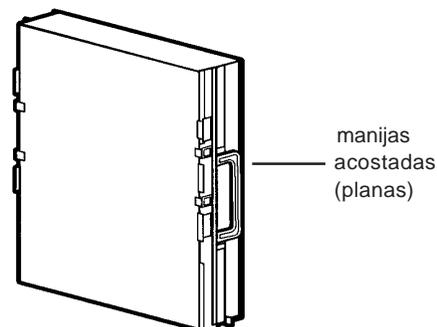

Figura 34
2. Reinstale las CELDAS COLECTORAS dentro del purificador de aire. Asegure que ambas manijas en la Celdas Colectoras estén acostadas (planas) como se muestra en la **Figura 34**.